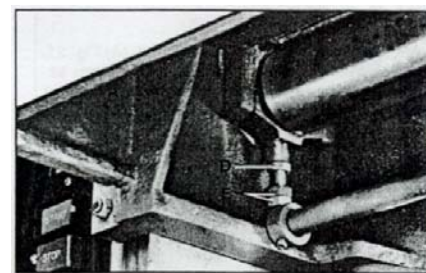

Fig. 24
4. При необходимости регулировки высоты установки входного валка ослабить затяжку контргайки D, рис. 24 под столом ниже входного валка и поворотом регулировочных гаек Е приподнять или опустить валок на требуемую величину. ПРИМЕЧАНИЕ: для получения доступа к регулировочным гайкам потребуется приподнять стол. После регулировки затянуть контргайку D.